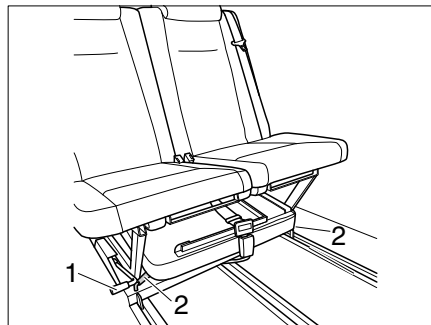
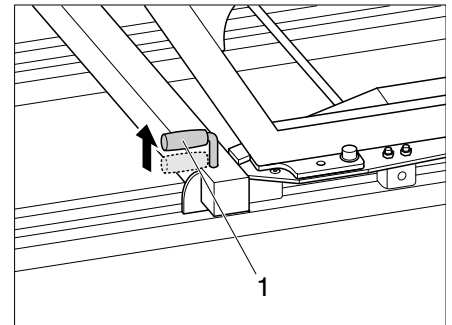

Bild 9 Sitzbank ausbauen
Bild 10 Verriegelungshebel
- Beide Verriegelungshebel (Bild 9,2 bzw. Bild 10,1) nach oben ziehen.
- Positionierungshebel (Bild 9,1) ziehen und Sitzbank vorsichtig nach hinten schieben, bis die Sitzbank aus den Schienen gehoben werden kann.